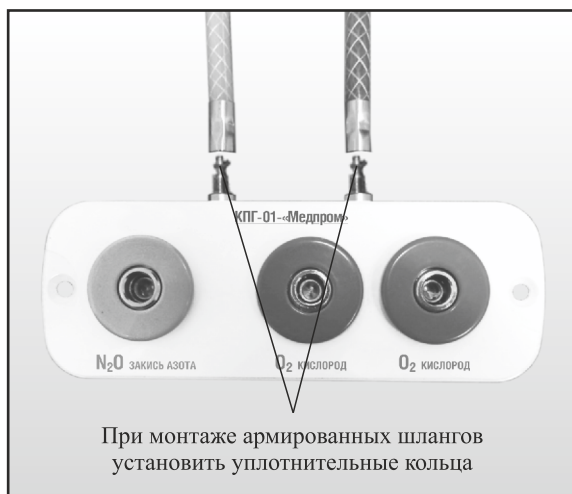

Рис. 2
6.4. При монтаже армированных шлангов подачи газов важно установить уплотнительные кольца шлангов питания на штуцера, обеспечив герметичность, как показано на рис.2.